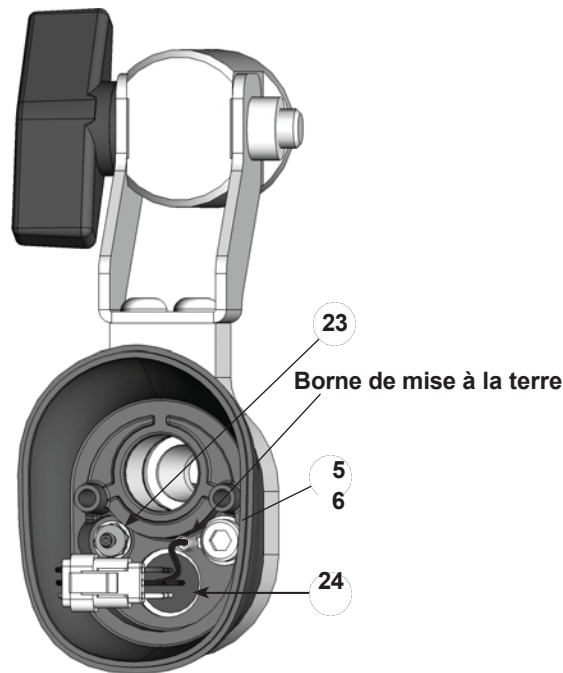

Figure 7-3 Démontage de l'arrière du pistolet Remplacement du réceptacle de câble et du raccord cannelé de l'arrière
5. Insérez un petit tournevis à lame plate dans la fente des connecteurs du faisceau et séparez le faisceau de réceptacle (24) du faisceau d'alimentation.
6. Voir la figure 7-3. Débranchez le tuyau de lavage à l'air pur de l'embout cannelé (23) à l'intérieur de la carrosserie arrière.
- a. Voir la figure 7-3. Utilisez une clé hexagonale de 4 mm pour retirer la vis à tête hexagonale (25) et la rondelle (26), puis déconnectez la borne de terre.
- g. Voir la figure 7-3. Connectez la borne de terre au capuchon d'extrémité à l'aide de la vis à tête hexagonale et la rondelle (25, 26).
16. Voir la figure 7-3. Connectez le tuyau de lavage à l'air au raccord cannelé et le faisceau d'alimentation à la gaine de câble.